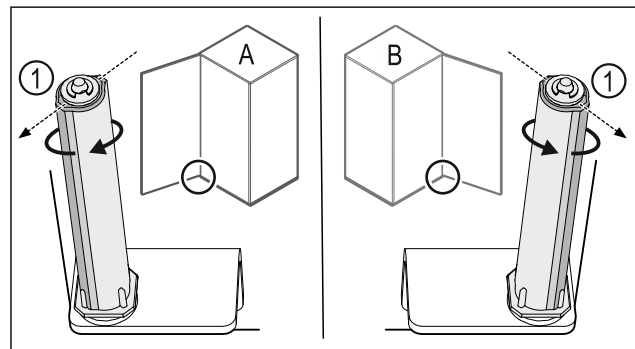

Fig. 44 Battuta a sinistra (A) / battuta a destra (B)
- ▶ Ruotare il sistema di chiusura contro la resistenza fino a quando la sporgenza del sistema di chiusura Fig. 44 (1) non è rivolta verso l'esterno.